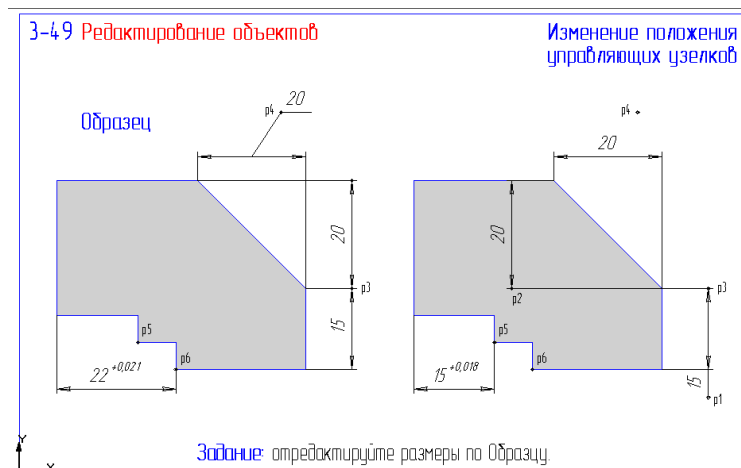

Рис. 63
56. Откройте файл фрагмента 3-49 (рис. 63).